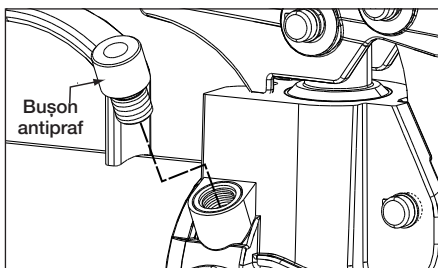

Figura 13, Valva de înaltă presiune (P-77, P-80, P-801 și P-84)
- La modelele P-77, P-80, P-801 și P-84, valva de înaltă presiune este amplasată pe partea laterală a capului pompei. Vezi figura 13.